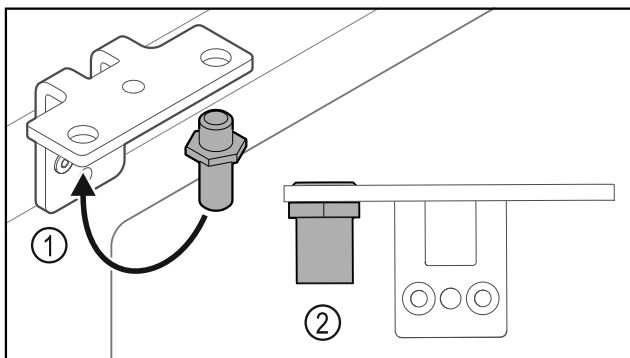

Fig. 34
- Mettre l'axe Fig. 34 (1) dans l'autre trou de l'équerre de charnière.
- Serrer l'axe Fig. 34 (2) au **couple de 12 Nm**.